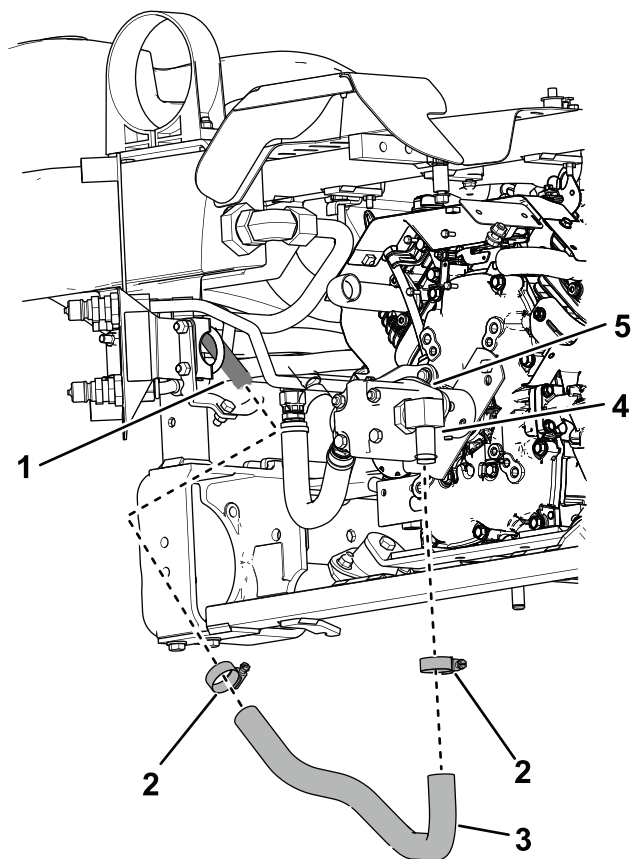

Bild 26
2. Befestigen Sie den großen Hydraulikschlauch am 90-Grad-Anschlussstück, der seitlich an der Hydraulikpumpe befestigt ist (Bild 26).
3. Ziehen Sie eine Schlauchklemme um den Schlauch und den Krümmer fest (Bild 26).
4. Schließen Sie den großen Hydraulikschlauch an der Hydraulikleitung Nummer 3 an (Bild 26).
5. Ziehen Sie die Schlauchklemme um den Schlauch und die Hydraulikleitung Nummer 3 fest (Bild 26).